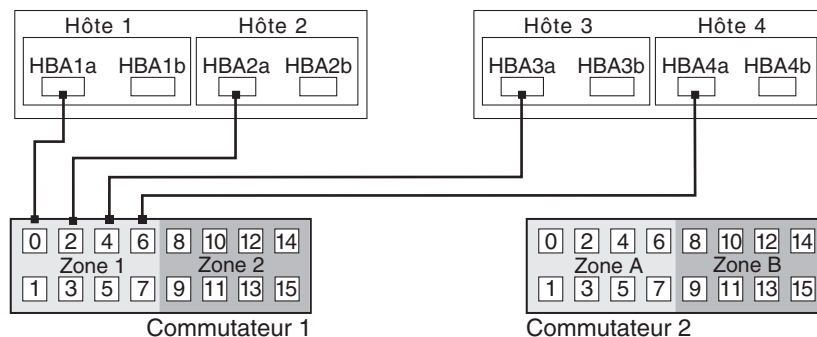

FIGURE 15 Connexions d'adaptateurs de bus hôte principaux à des commutateurs FC
3. Connectez le HBA principal de chaque hôte de ce site à un port disponible de la zone 1 du commutateur 1 (voir FIGURE 15).